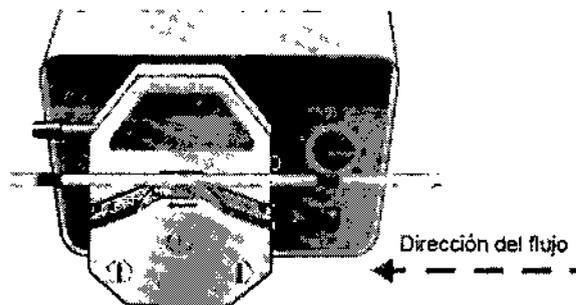

Fig 10. Introducción del Tubo del calentador n.º 1 del calentador en la cabeza de la bomba peristáltica
10. Sujetando el Tubo n.º 1 con ambas manos, introduzca la parte situada entre las etiquetas verdes en la cabeza de la bomba peristáltica (Fig. 10).
IMPORTANTE: El Tubo n.º 1 procedente de la bolsa I.V. debe entrar en la cabeza de la bomba por el lado *derecho*: la dirección del flujo es de *derecha a izquierda* (tal y como indican las flechas en la Fig. 10).